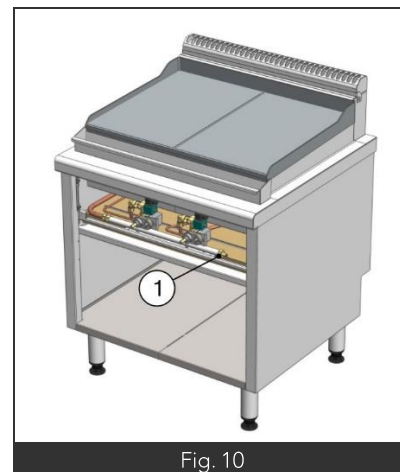

Fig. 10
- 3- Dévisser l'injecteur (Fig. 10 – Rep. 8), puis le remplacer par l'injecteur approprié au type de gaz utilisé (Voir tableaux de réglage ci-dessus).